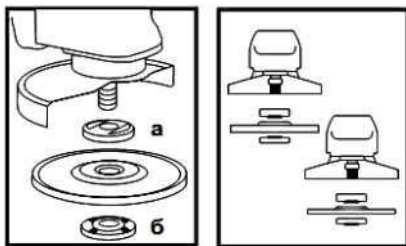

Рисунок 2
4.4 Встановіть на виріб шліфувальний або відрізний круг. Для цього натисніть на кнопку фіксації шпинделя (1) і поверніть його до такого положення, при якому він зафіксується. За допомогою вилочного ключа з комплекту виробу відверніть і зніміть затискну гайку (б) (дивіться рисунок 2). Встановіть шліфувальний диск на посадкове місце фланцевої шайби (а) (рисунок 2), наживіть